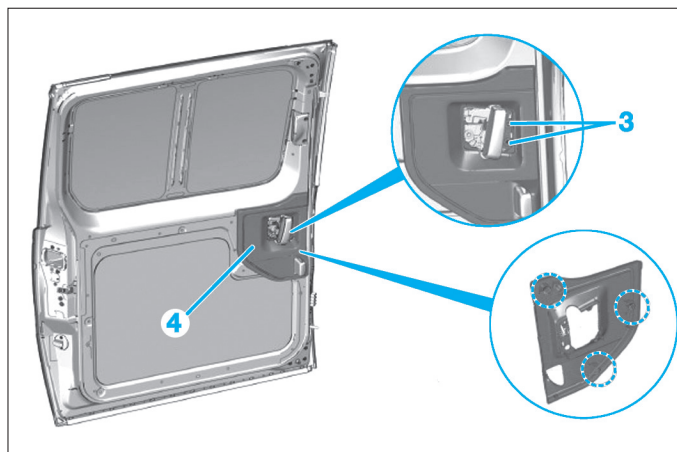

Fig. 38
- Déposer les vis (3) puis dégrafer la garniture (4). (Fig.38).